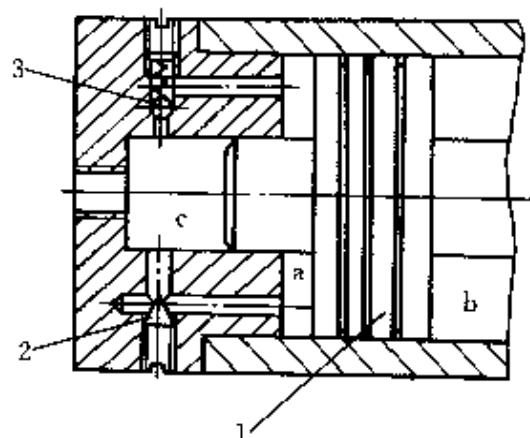

图 4-23 可调节流缓冲装置
2) 可调节流缓冲 图 4-23 所示为一种节流口可调式缓冲装置。在端盖上装有节流阀，当缓冲凸台进入凹腔 c 后，活塞与端盖 (a 腔) 间的油液经节流阀 2 的开口流入 c 腔而排出，于是回油阻力增大，形成缓冲液压阻力，使活塞运动速度减慢，实现制动缓冲。节流阀 2 的开口可根据负载情况调节，从而改变缓冲的速度。当活塞 1 反向运动时，压力油由 c 腔经单向阀 3 进入 a 腔，使活塞迅速启动。